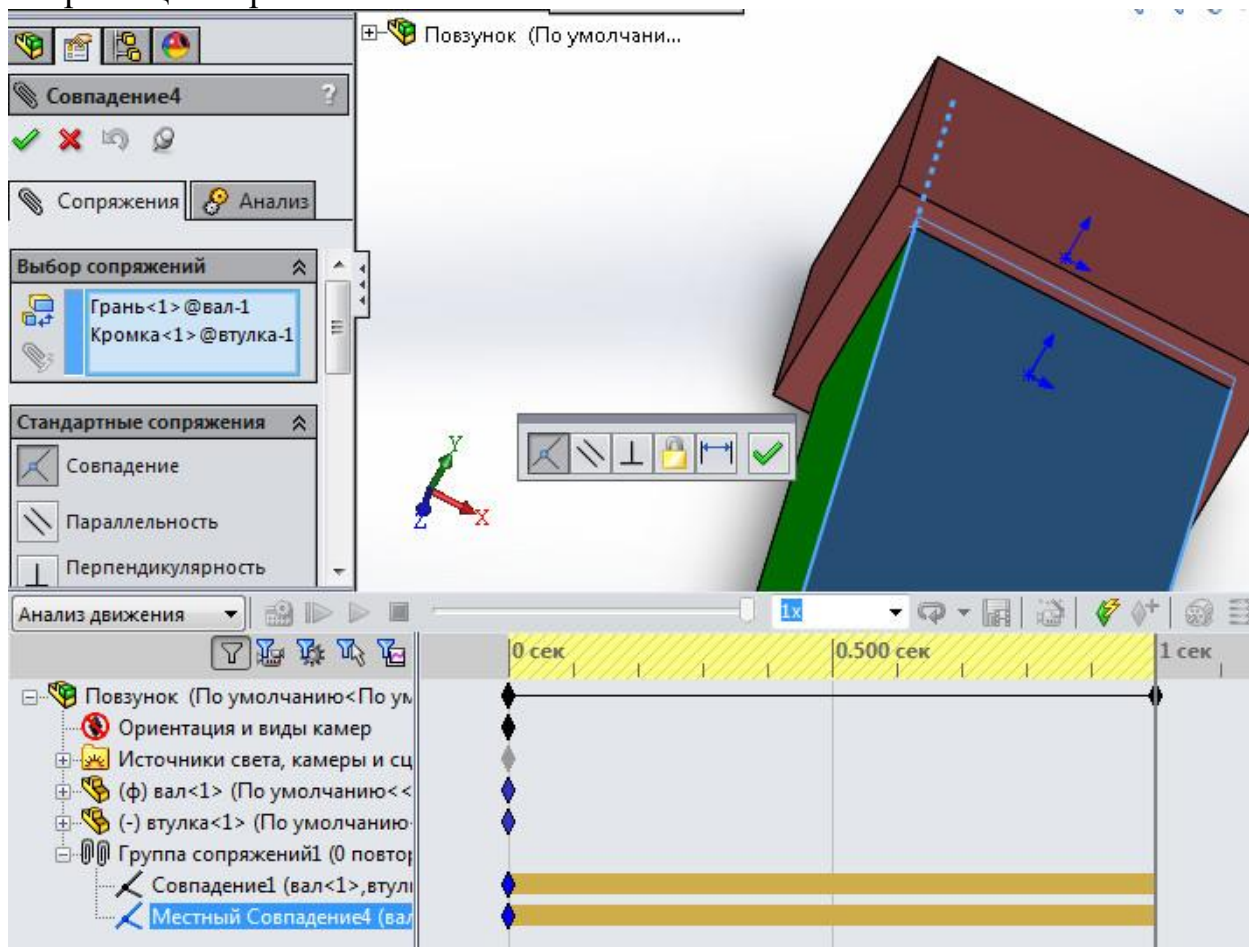

Рис.8. Редагування спряження.
Один з варіантів уникнення утворення повторювальних обмежень і автоматичного їх видалення - використання примітивів спряжень. В даному випадку замінимо одне спряження **Совпадение** (2-х граней) спряженням **Совпадение** (лінії і грані), як це показано на рис. 8.
**2.10.** В панелі **Motion Manager** розкрити дерево **Група Сопряжений1**, натиснути правою кнопкою миші на одному з 2-х спряжень і вибрати **Редактировать**. У вікні **PropertyManager** в розділі **Объекты для сопряжения** замінити **Грань<2>@втулка-1** на **Кромка<1>@втулка-1** (див. рис. 8.).